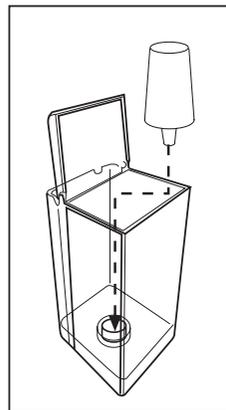

Abb. 21
- Den Filter an den Adapter befestigen (Abb. 21)